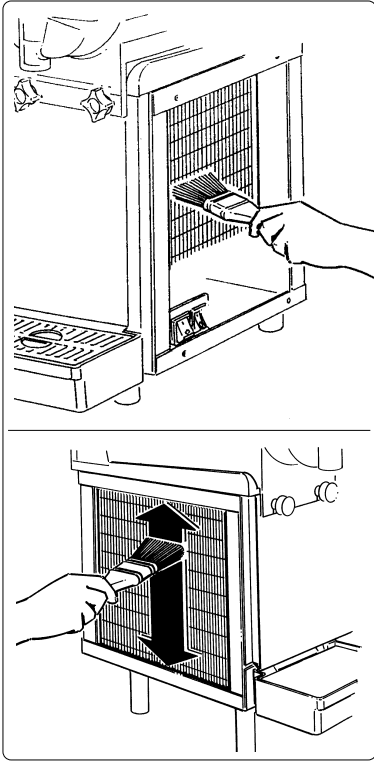

Fig. 20
- con una brocha retirar el polvo infiltrado en las láminas del condensador (ver fig. 20).